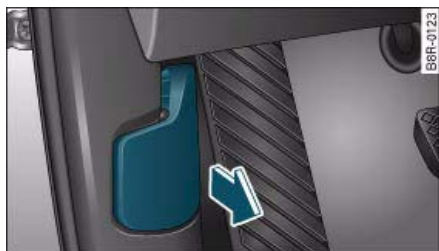

Fig. 207 Detalle del espacio reposapiés del conductor: Palanca de desbloqueo
- Tire de la palanca que hay por debajo del tablero de instrumentos en la dirección de la flecha ⇒ fig. 207.